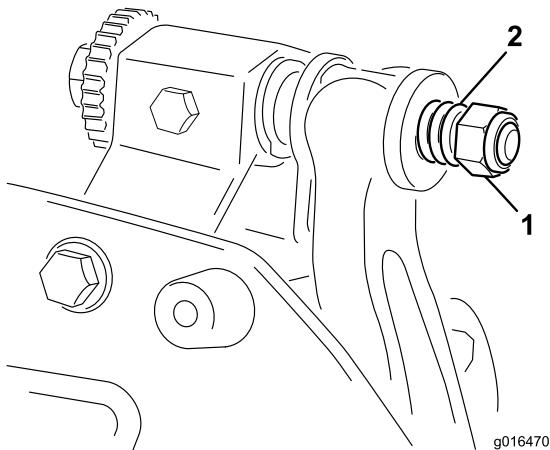

Figura 22
6. Serrate il dado di tensione della molla finché la molla non si schiaccia, quindi allentate di 1/2 giro (Figura 22).